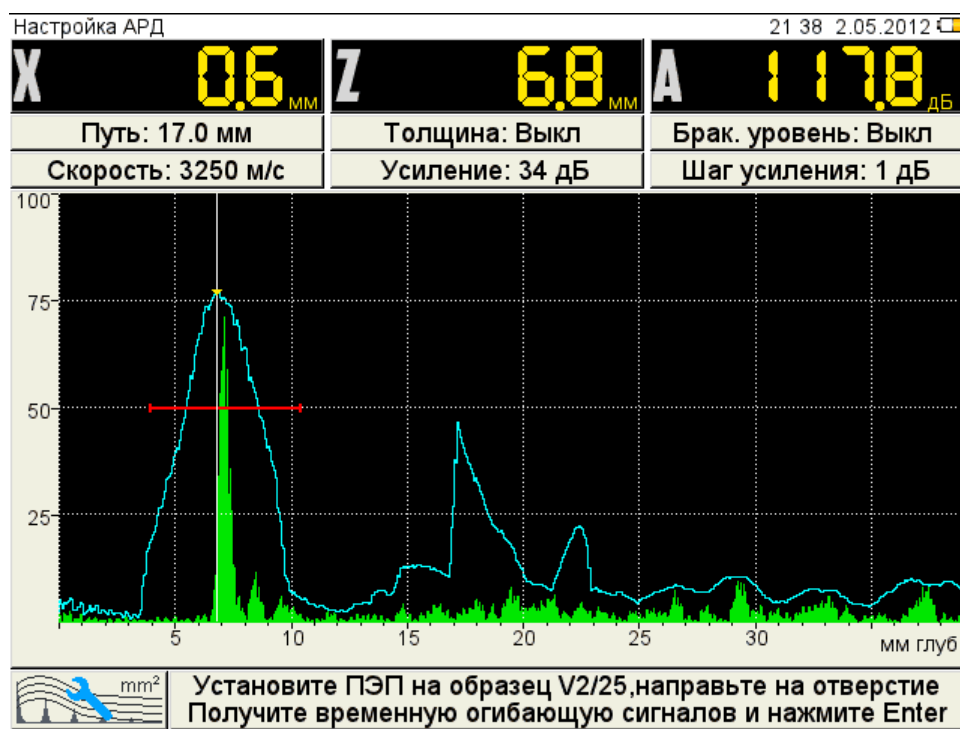

Рисунок 25
- перейти на строку с выбранным типом амплитудной коррекции АРД и нажать . Откроется окно настройки АРД (рисунок 25).